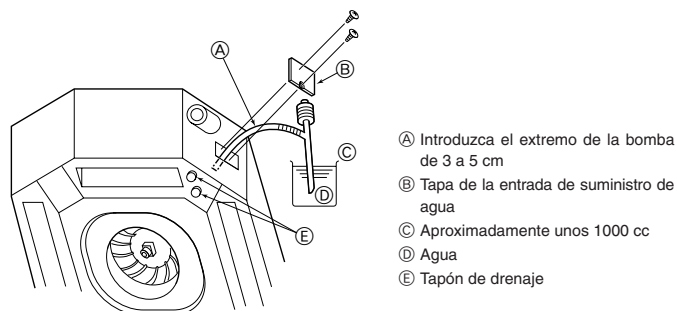

Fig. 6-2
6.1. Comprobación del drenaje (Fig. 6-2)